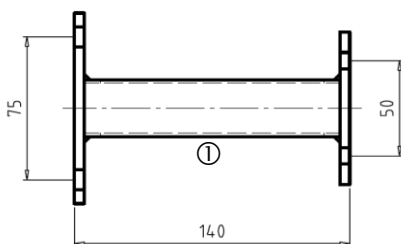

Abb. 9: Bohrmaße
Für die Montage der Abstandhalter ① bohren Sie als erstes zwei Löcher mit \varnothing 14 mm im vertikalen Abstand von 75 mm in die Wand (Abb. 9).